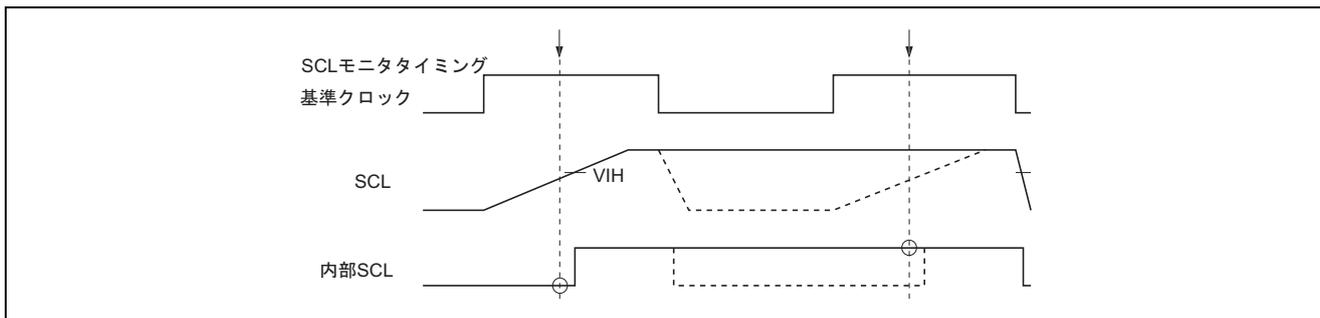

図 16.18 ビット同期回路のタイミング
- の2つの状態でハイレベル期間が短くなる可能性があるため、SCLをモニタしてビットごとに同期をとりながら通信を行います。ビット同期回路のタイミングを図 16.18 に、SCLをロー出力→Hi-ZにしてからSCLをモニタするまでの時間を表 16.4 に示します。